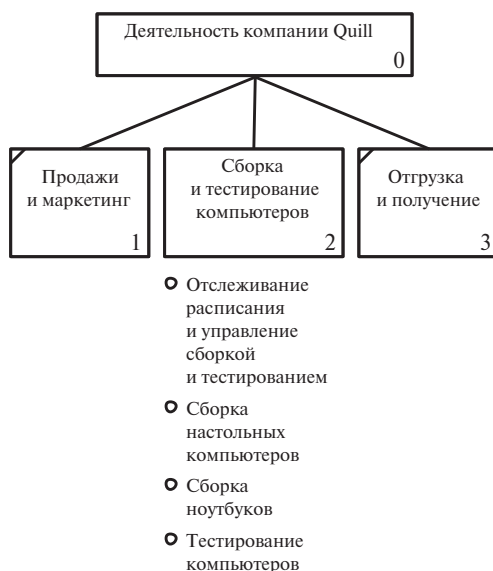

Рис. 4.3. Диаграмма дерева узлов
3. Щелкните по Finish (Готово). Создается диаграмма дерева узлов. Результат можно посмотреть на рис. 4.3.